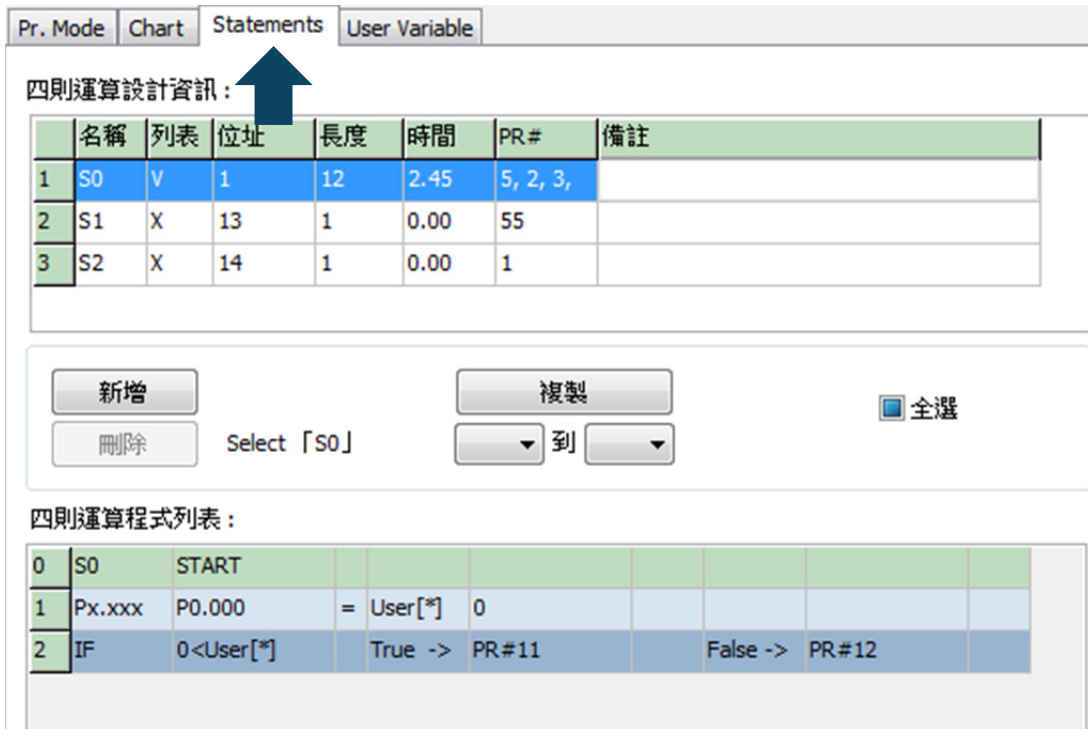

图 7.1.3.17 ASDA-Soft 基础数值运算表示式管理接口
3. 语句区：此区包含表示式(Statement)及内存容量，表示式用以储存运算区与程序设定区的相关数据，同一表示式的运算区与程序设定区的数据必相同，且可供多个 PR 程序共享。若运算区或程序设定区的数据不同，则将储存于其他表示式中。各个表示式所需的运行时间显示于花费时间栏中，总容量为伺服驱动器的内存容量，超过上限则无法使用基础数值运算的功能。表示式管理接口如图 7.1.3.17，上方显示全部的表示式，下方则可以显示各表示式中的运算与程序设定。